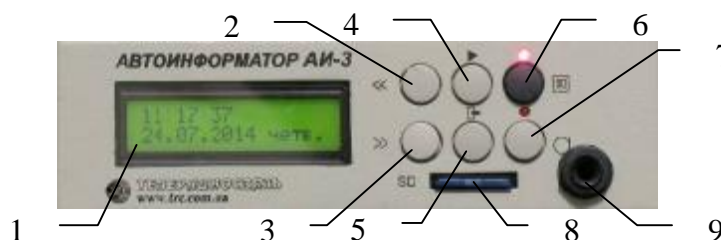

Рисунок 1.1 – Лицевая панель АИ,
2.2.2 Для эксплуатации АИ необходимо подсоединить согласно рисунку 1.2: усилительное устройство к линейному выходу (или/и внешний громкоговоритель); антенну GPS и источник питания. В щель на лицевой панели (рис. 1.1) вставить в держатель SD-карту памяти с заранее подготовленными маршрутами и подключить (при наличии) внешний микрофон.
Установка всех параметров изделия производится с лицевой панели АИ (рисунок 1.1). Общие принципы использования пользовательского меню АИ таковы: